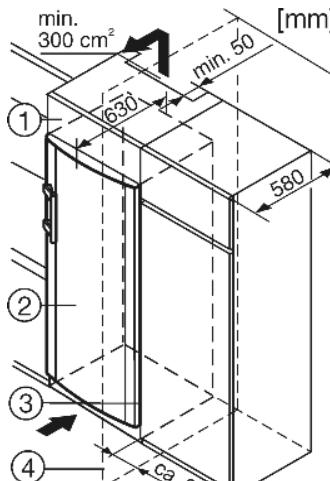

Fig. 8
(1) Дополнительный шкафчик
(2) Устройство
(3) Кухонный шкаф
(4) Стенка
Устройство может быть окружено предметами кухонной обстановки. Чтобы уравнять устройство Fig. 8 (2) по высоте с кухонной стенкой, можно установить над устройством соответствующий дополнительный шкафчик Fig. 8 (1).
При комбинировании с обычными кухонными шкафами (глубина макс. 580 мм) устройство можно установить непосредственно рядом с кухонным шкафом Fig. 8 (3). Дверца устройства выступает по сторонам на 34 мм и по центру устройства на 50 мм относительно передней стенки кухонного шкафа. Поэтому ее можно свободно открывать и закрывать. Важно для вентиляции:
Если устройство установлено на шарнирах у стены Fig. 8 (4), то расстояние между устройством и стеной должно быть не менее 36 мм. Настолько выступает ручка при открытой дверце.